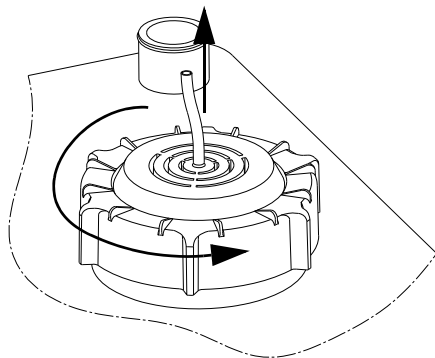

Рис. 25 Удаление датчика контроля уровня
1. Переведите переключатель режимов эксплуатации ВКЛ-ВЫКЛ-АВТОМАТ в положение ВЫКЛ (O). См. пункт «Панель управления» в разделе 4. *Общие сведения об изделии.*
2. Ослабьте крышку с резьбой, повернув её против часовой стрелки. См. рис. 25.